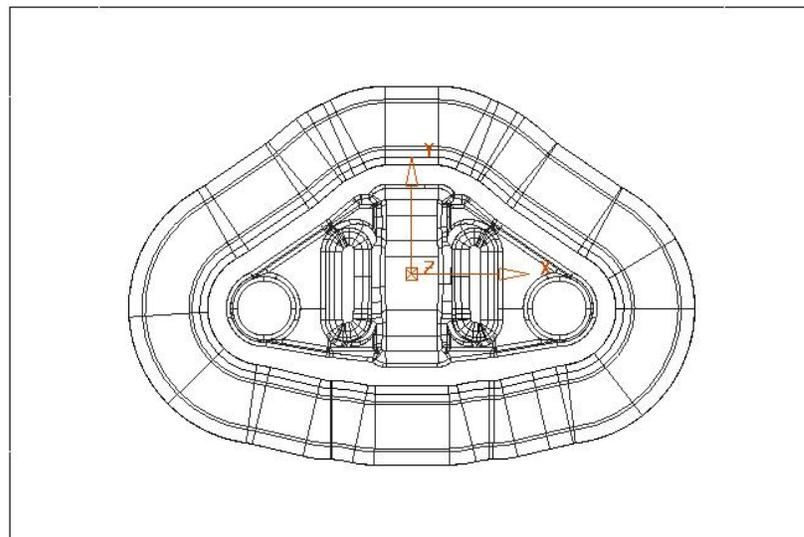

Figura 2.220 Vista superior del modelo de alambre.
- Seleccionar Vista por arriba del eje Z  y Modelo de Alambre  (Figura 2.220).